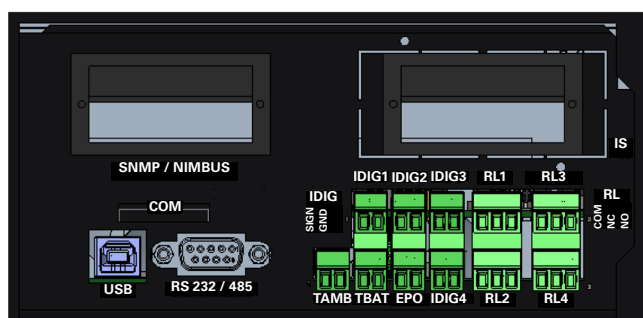
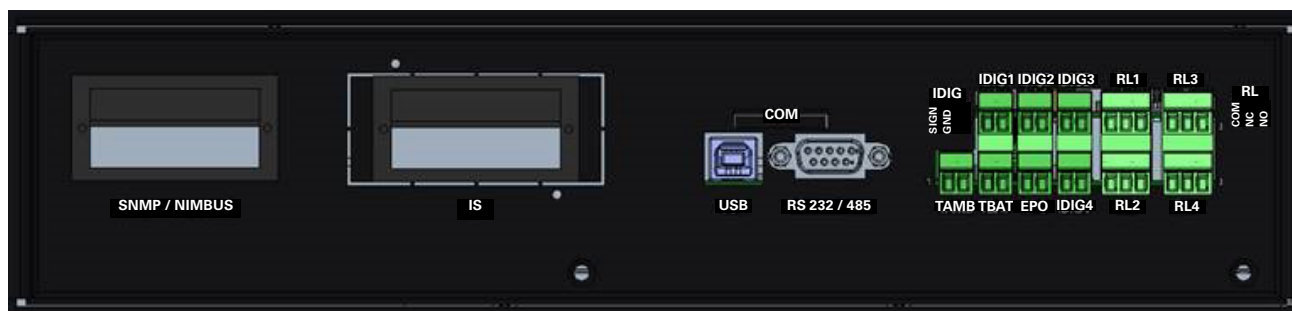

Fig. 42. Disposición de las conexiones disponibles en la interface de comunicaciones en SAI de 2 y 4 slot.
Fig. 43. Disposición de las conexiones disponibles en la interface de comunicaciones en SAI de 6, 8, 10 y 12 slot.
Todas las conexiones mencionadas pueden apreciarse en las Fig. 42 y Fig. 43 mostradas a continuación:
- En los SAI de 2 y 4 slot se encuentra localizado detrás de la tapa que da acceso a las conexiones de comunicación, situada al lado del panel de supervisión con pantalla táctil, ver Fig. 42.
- En los SAI de 6 slots de potencia, está localizado en el dorso del equipo, ver Fig. 43.